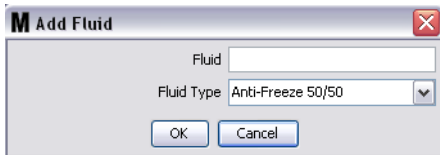

图 95
3. 在添加流体屏幕上，将流体的名称输入流体字段（图 95）（最多 40 个字符）。为了方便识别和报告，建议使用简短的流体名称。